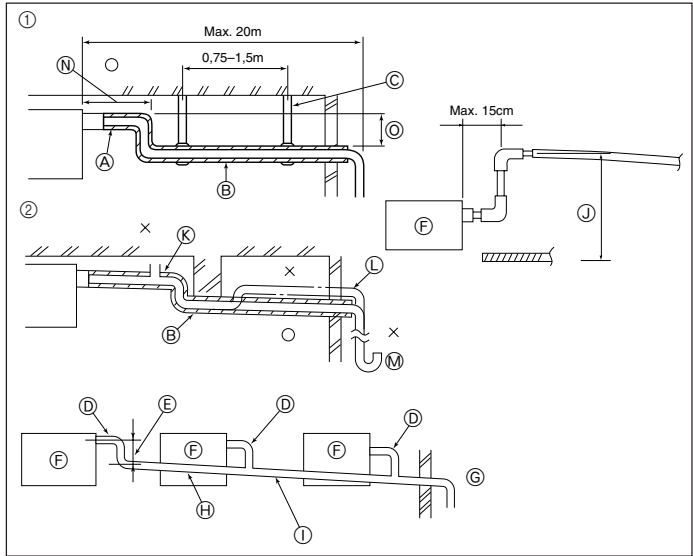

Fig. 3-4
3.3. Tubería de drenaje (Fig. 3-4)
- ① Tubería correcta
② Tubería incorrecta